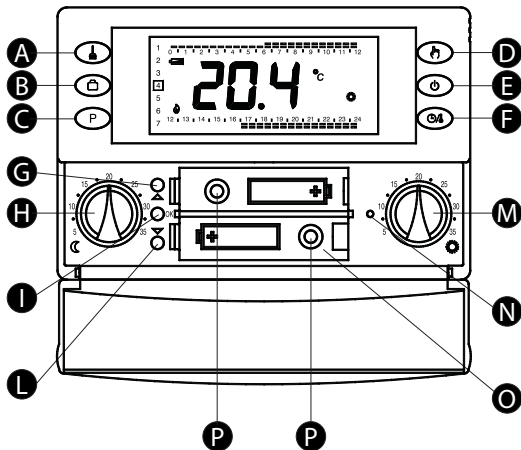

Рис.1
Откройте отсек для батареек, отмечен **O** на **рис.1**, и вставьте аккумуляторы соблюдая полярность. Для устройства подходят пальчиковые щелочные батарейки типа AA на 1,5V. При необходимости перезагрузите устройство с помощью заостренного предмета через
отверстие (**N** на **рис.1**);
**OK** — для настройки текущего времени и дня недели ( **I** на **рис.1**)
стрелка вверх **▲** - Вперед (**G** на **рис.1**)
стрелка вниз **▼**— Назад (**L** на **рис.1**)
Чтобы настроить температуру для режима Комфорт, используйте кнопку **“Солнце”**, (M на рис.1), а режима Эконом — с помощью кнопки **“Месяц”** (H на рис.1).
5. Вставьте батарейки в отсек (O на рис.1), см. параграф как вставить/заменить батарейки.